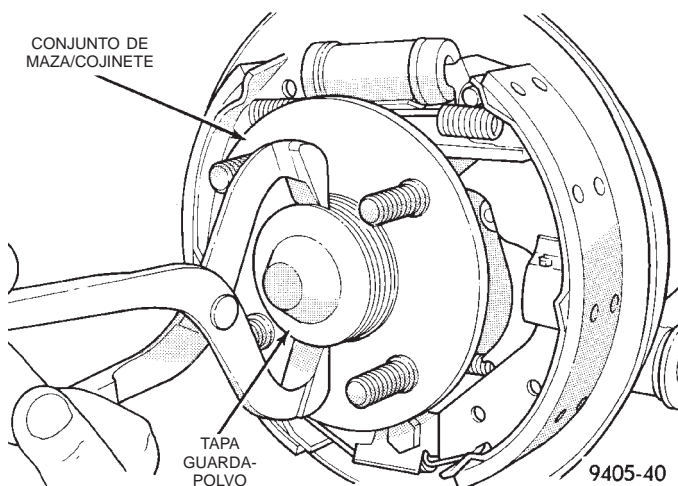

Fig. 145 Desmontaje de la tapa guardapolvo
(15) Retire la tapa guardapolvo (Fig. 145) del conjunto de maza/cojinete trasero.